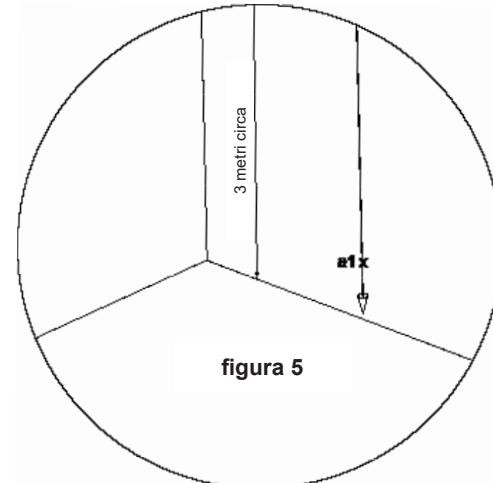

figura 5
- Una volta sistemato il filo a piombo, marcire il punto a1 sul muro dietro il filo a piombo, accanto al piombo (vedi figura 5).